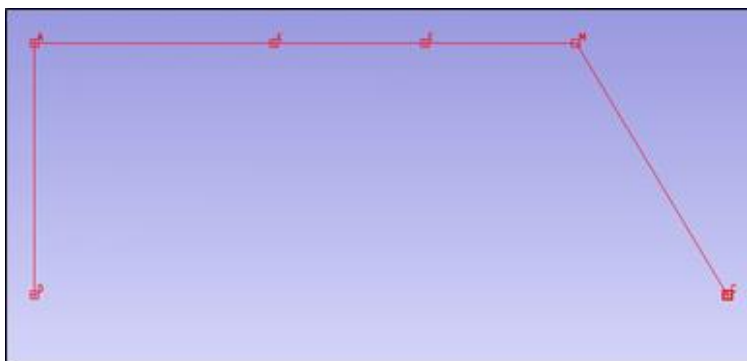

Рис. 4.7. Результат корректировки контура
11.3. Нажмите **Выполнить**. Присвойте созданным точкам имена **Е** и **М** (рис. 4.7).